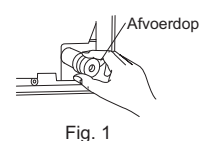

Fig. 1
- 1) Plaats de koelmiddelleiding en de afvoerslang naast elkaar en wikkel er de vilttape (4) vanaf het uiteinde stevig omheen. De vilttape (4) moet per wikkeling 1/3 van de tapebreedte overlappen. Gebruik een tapestopper bij het einde van de vilttape (4).
- 2) Trek de afvoerdop aan de rechterachterkant van de binnenunit naar buiten. (Fig. 1)